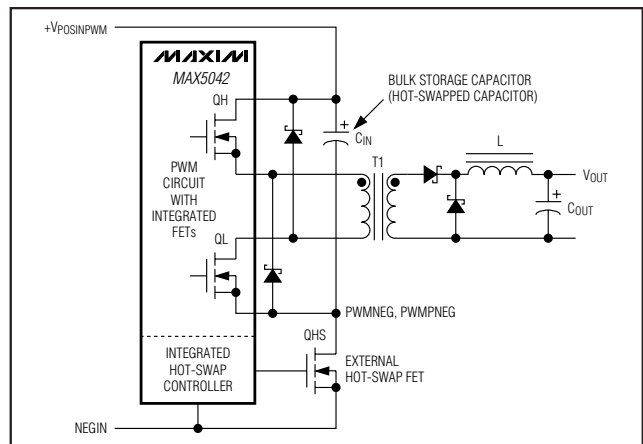
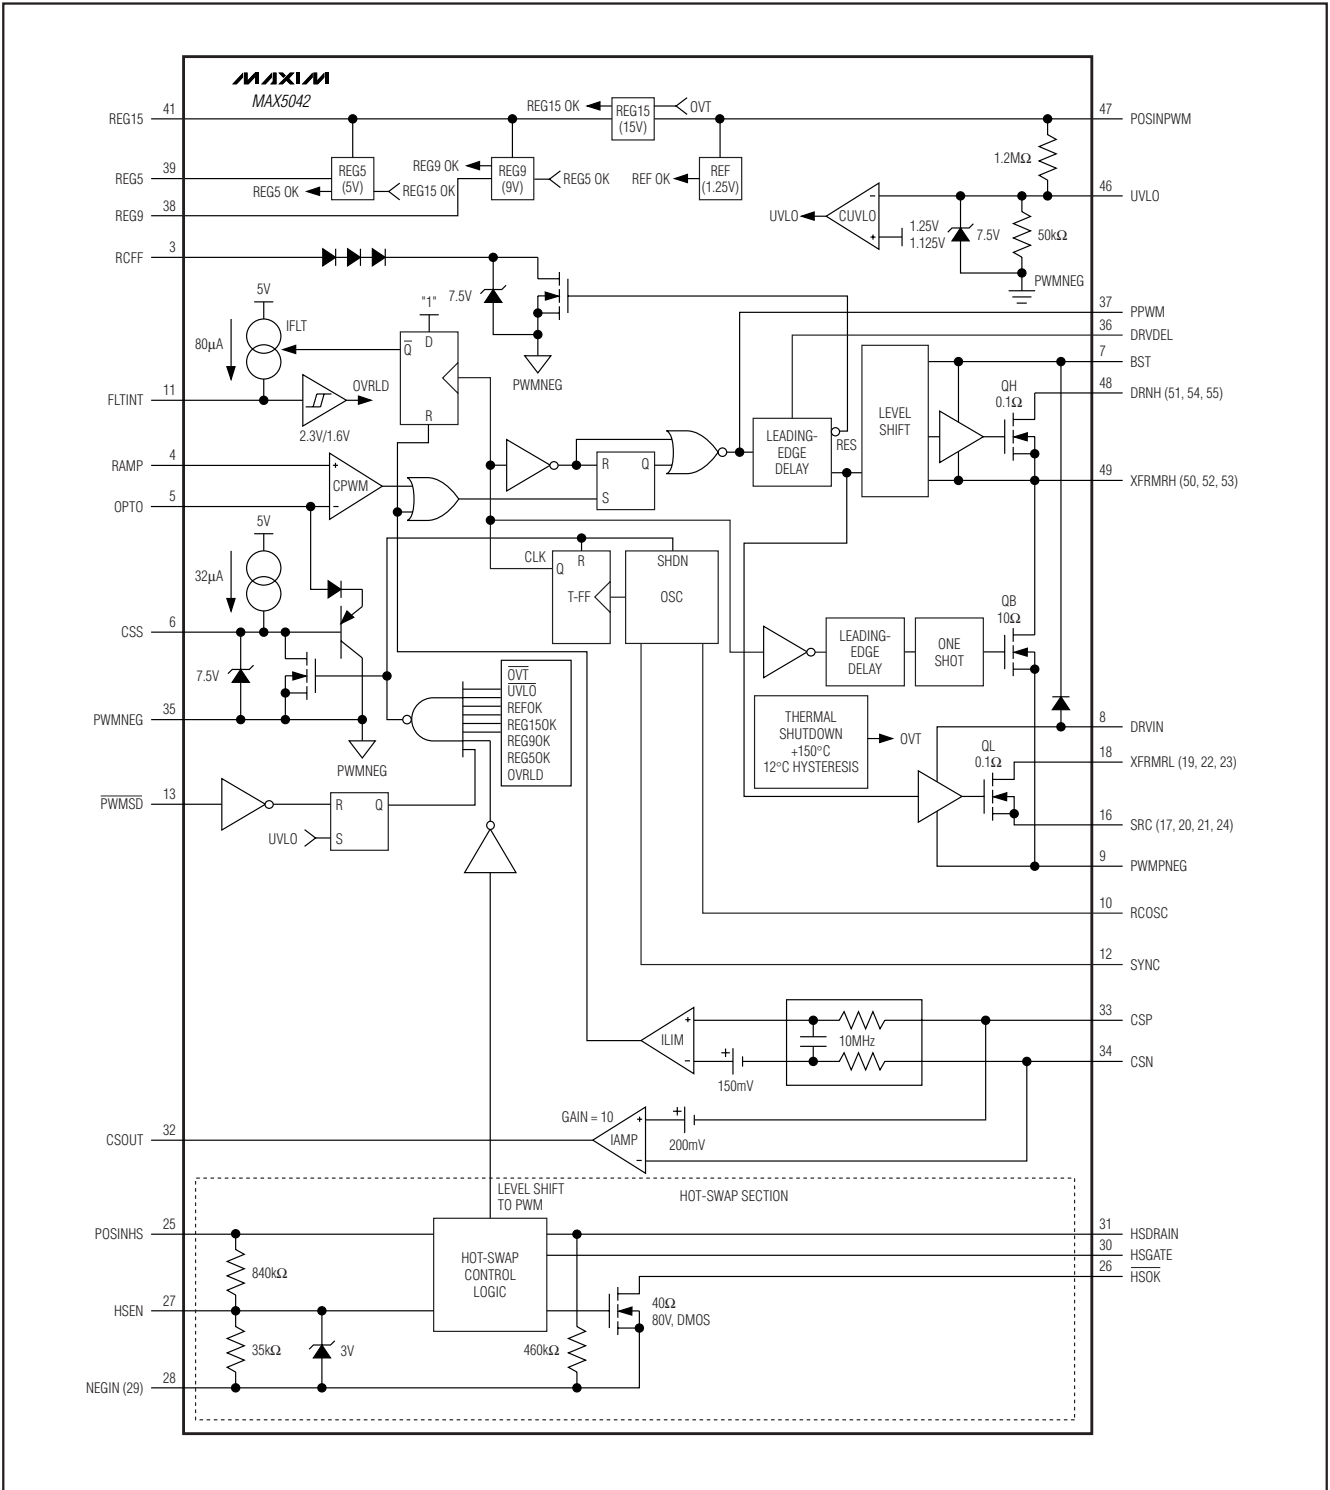

图 1. 基于 MAX5042 的隔离电源框图
图 3. MAX5042 电源 IC 原理框图
MAX5042/MAX5043 是一个完整的、能够输出 50W 功率的系统。MAX5042 除了 PWM 和功率 MOSFET 之外，还包含一个热插拔控制器，热插拔部分需要一个外部 MOSFET (QHS)，MAX5042 的内部结构如图 1 所示。 C_{IN} 是 PWM 电路的输入储能电容，在系统软启动时能够抑制源自背板的浪涌电流。当接有输入电源时， C_{IN} 会完全放电，QHS 断开。当所加电压超过热插拔控制器的默认欠压锁定阈值 (30.5V)，且持续时间超过 165ms (内部导通延迟) 时，QHS 的栅极电压开始逐渐上升，从而得到受控制的导通摆率，QHS 的漏极电压以大约 10V/ms 的速率下降，对于 100μF 的 C_{IN} 电容从背板吸入电流近似为 1A。QHS MOSFET 完全导通后，MAX5042 的 PWM 电路才开始启动。QHS 完全导通后，电容 C_{IN} 两端的电压高于 PWM 电路的默认启动电压 (31V)，热插拔电路激活 PWM 部分开始工作，进入软启动阶段。在启动过程中，软启动功能可限制变压器初级的吸入电流，避免输出电压出现过冲。
MAX5042 和 MAX5043 的内部结构框图分别如图 3、4 所示。来自热插拔电路、稳压器、热关断的电源就绪信号与 UVLO 一起产生内部关断信号 SHDN。当关断条件满足时，SHDN 会禁用比较器和振荡器，反之则会释放比较器和振荡器，使其正常工作。SHDN 的下降沿经过一段延迟时间，以便在 PWM 脉冲到来之前能稳定建立内部信号。在 SHDN 下降沿到延迟信号的这段时间内，连接在 XFRMRH 和 PWMPNEG 间的 10Ω 内部 MOSFET (QB) 导通，为 BST 电容充电。启动后，该 MOSFET 会在每个周期内导通约 300ns，对 BST 电容充电。
ILIM 比较器用于逐周期限流, 典型门限为 156mV。每当限流比较器 (图 3、4, ILIM) 被触发时, 内部故障积分电路开始工作, 使 FLTINT 每次在一个时钟周期内输出 80μA 电流。用以下公式可近似计算出关断时间所需要的电容值 (C_{FLTINT}):
MAX5042 内部集成了热插拔控制器，采用 MAX5042 制作的电源能够安全地插入带电底板，不会造成电源的瞬间失灵。热插拔电路在 POSINHS 和 NEGIN 之间操作。MAX5042 实现热插拔控制时，外部只需一个 N 沟道 MOSFET。图 1 和图 3 是关于热插拔功能的详细说明。